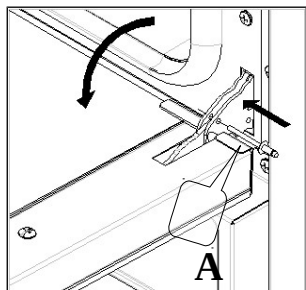

Рис. 3
- вставить в отверстия “А”, находящиеся на двух шарнирах, соответствующие штифты, имеющиеся в приложении (Рис. 3);